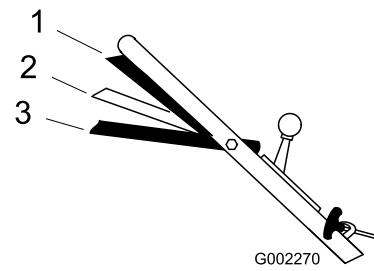

Figure 15
- Serrez la barre de commande contre le guidon en position Marche/déplacement (Figure 15).